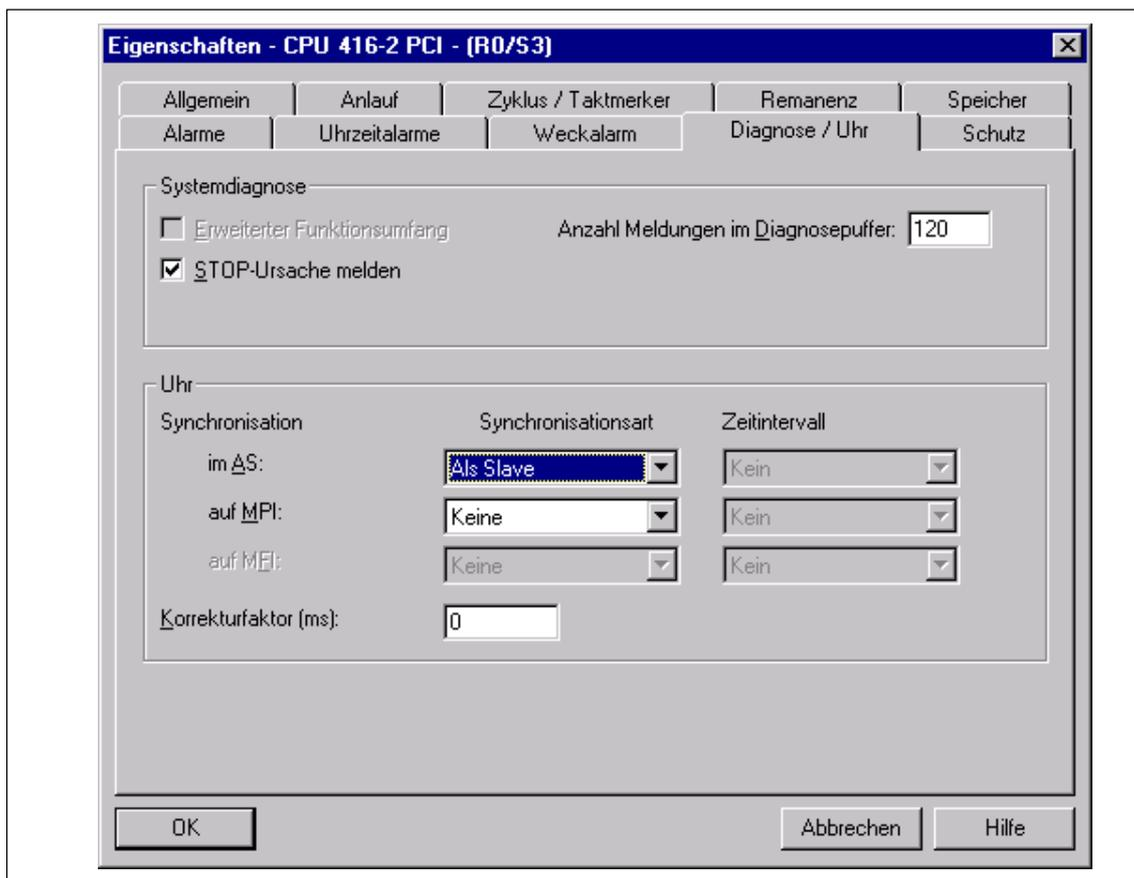

Bild 7-17 Synchronisationsart einstellen
3. Stellen Sie die Synchronisationsart wie in Bild 7-17 dargestellt ein.